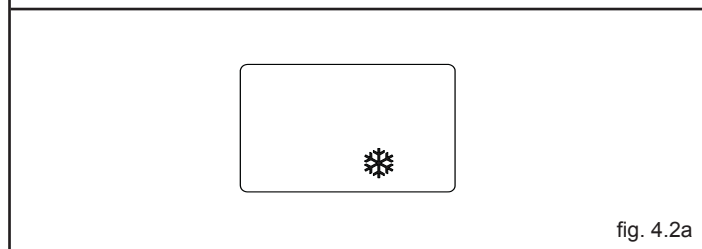

fig. 4.2a
- **Antigelo:** quando la temperatura dell'acqua di caldaia scende sotto i 5°C si attiva il circolatore e, se necessario, il bruciatore alla minima potenza per riportare la temperatura dell'acqua a valori di sicurezza (35°C). Durante il ciclo antigelo sul visualizzatore digitale appare il simbolo  (fig. 4.2a).